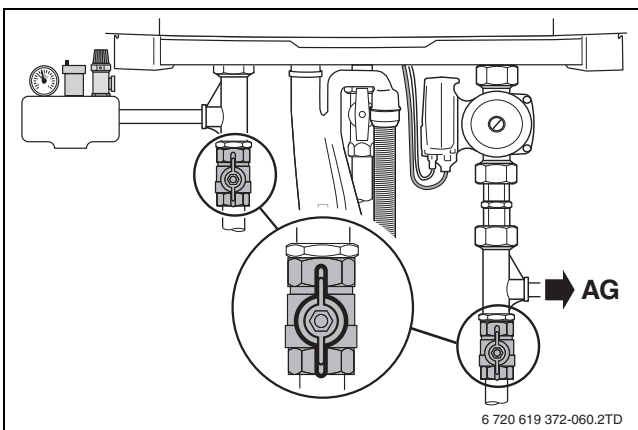

Bild 58 Wartungshähne öffnen (hier: Stellung geöffnet)
- Wartungshähne an Heizungsanlauf und -rücklauf (→ Bild 58) öffnen (Stellung offen: parallel zum Rohr).